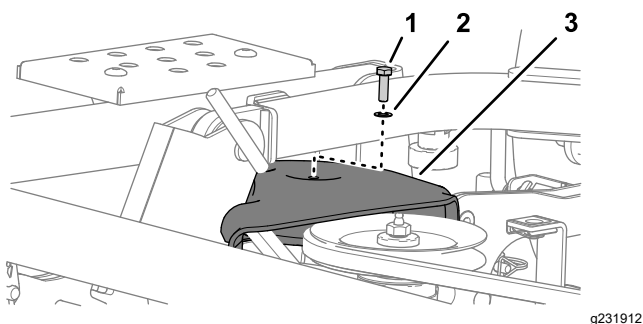

Figura 117
2. Îndepărtați urubul și aiba care fixează capacul fuliei pe puntea mainii de tuns iarba (Figura 117).
1. Aliniați capacul fuliei pe fulia din dreapta; consultai Figura 117 din Îndepărtarea capacului fuliei \(Pagină 77\).